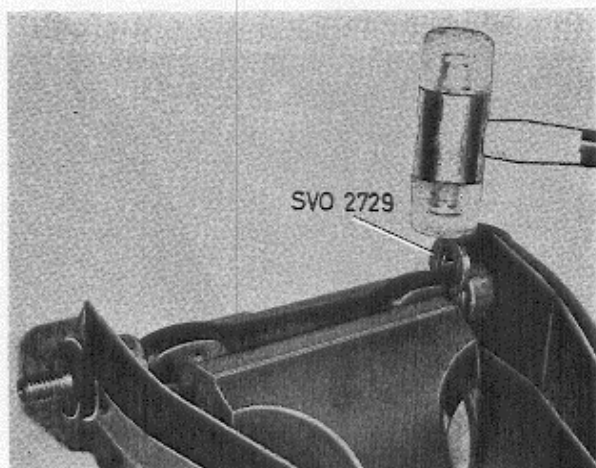
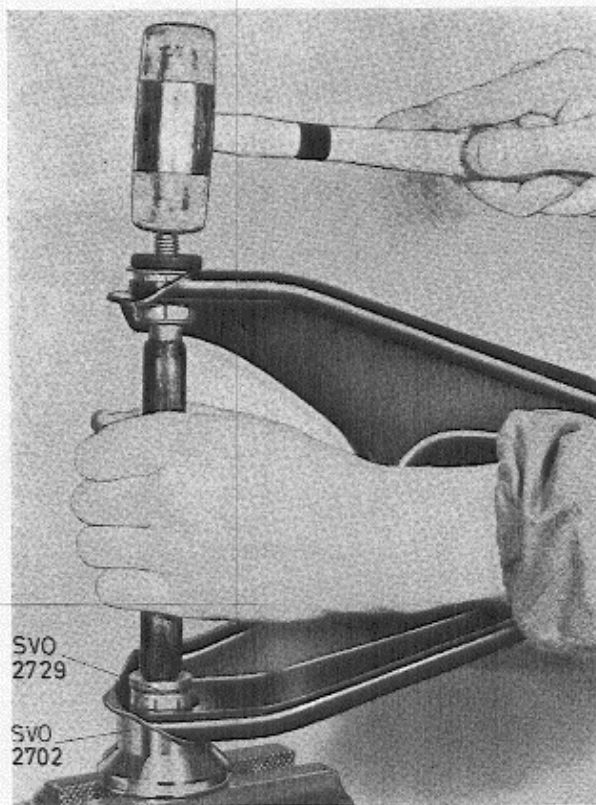

Fig. 6-25. Demontage bovenste draagarmas
Fig. 6-26. Demontage van draagarmas. 2. Uitdrijven van de as
2. Sla de draagarmas naar één kant. Monteer SVO 2729, zie Fig. 6-25. Drijf één van de busen uit met een plastic hamer en gereedschap SVO 2702, zie Fig. 6-26. Draai de draagarm om, breng SVO 2729 over naar de andere kant en drijf de andere bus op dezelfde manier uit als de eerste.